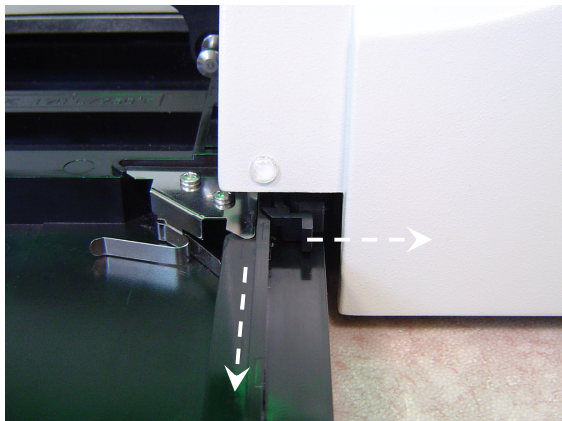

図 2
3. プレートキャリアのリリースレバーの位置を確認します。このレバーを僅かに右に押しながら、プレートキャリアを完全に外に引き出します (図 2)。